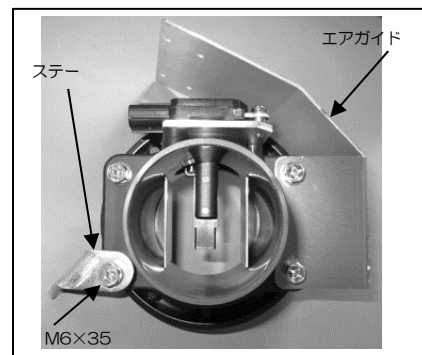

図 6
- ③組み立てたエアフロアダプター-ASSY へアダプター、整流プレート、ヒートプレート、ステーを取り付けます。(図 6、7、8 参照) ※ステー取り付け部は M6×35 を使用し、間ヘスペーサー15mm を挟みます。それ以外の固定には M6×15 を使用します。※整流プレートはエアフロアダプターとアダプターの間ヘ挟み込み、ボルトで固定します。